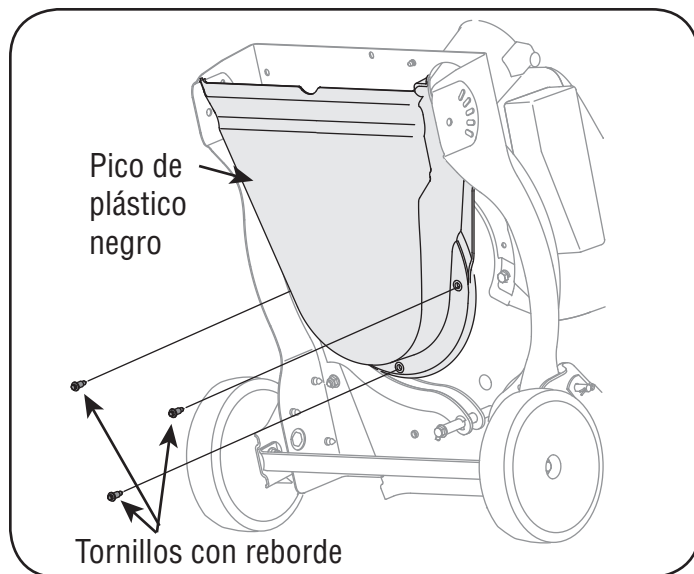

Figura 25
7. Incline la unidad con cuidado y apóyela hacia arriba para obtener acceso por la parte inferior al material de montaje del pico y al motor. Retire los tres tornillos con reborde que aseguran el pico de plástico negro a la caja inferior. Consulte la figura 25.